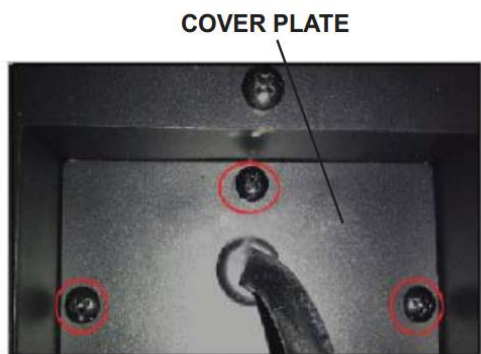

Fig 5-1
- A.** Rimuovere la piastra di copertura dal lato destro **B.** Rimuovere i connettori dei fili dall'alimentazione. sul fondo dell'apparecchio rimuovendo i tre cavi. Il cavo di alimentazione può essere gettato. **Fig. 5-2** come mostrato sopra. **Fig. 5-1**